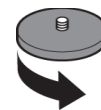

Abb. 43
- 6- Entfernen Sie manuell die seitlichen oder mittleren Filter, indem Sie die Klemmmutter, die sich oberhalb des Filters befindet, abschrauben. (Abb. 43)